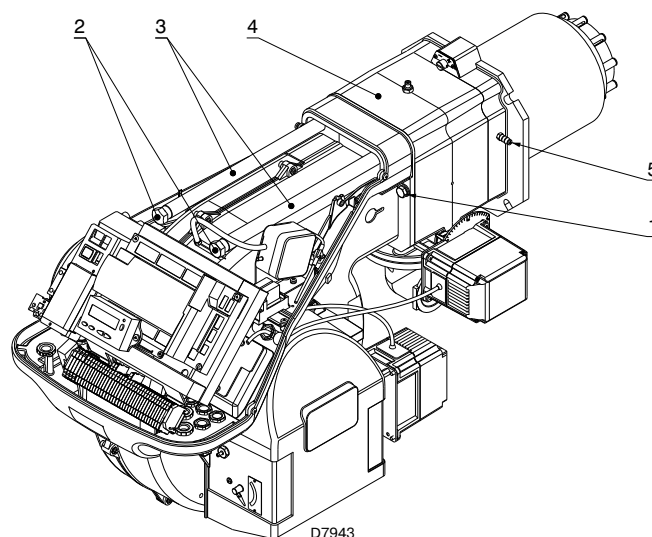

Рис. 21
- вставить кабель зонда и кабель электрода и подвинуть горелку до муфты, положение горелки указано на Рис. 21;